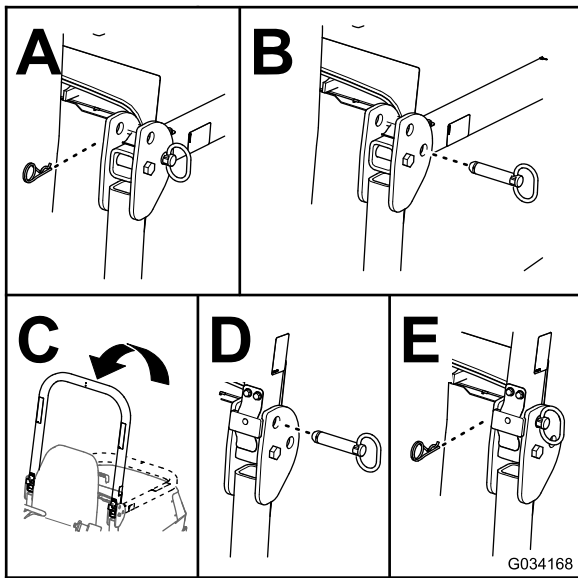

Bild 31
2. Nehmen Sie die Splinte und die Stifte vom Überrollbügel ab (Bild 31).
3. Klappen Sie den Überrollschutz nach oben und befestigen Sie diesen mit den Splinten und Stiften (Bild 31).